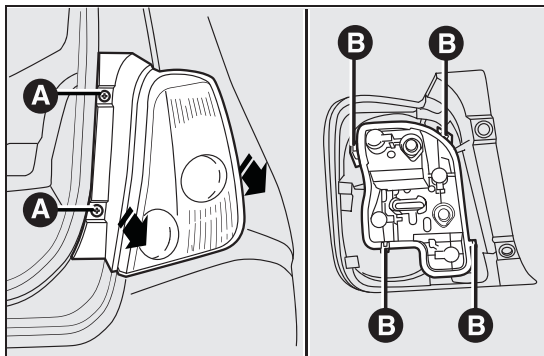

fig. 115
- ☐ draai de twee bevestigingsschroeven A fig. 115 los en trek de lichtunit recht naar achteren zonder deze te kantelen;
- ☐ maak de lamphouder los uit de bevestigingslippen B fig. 115.